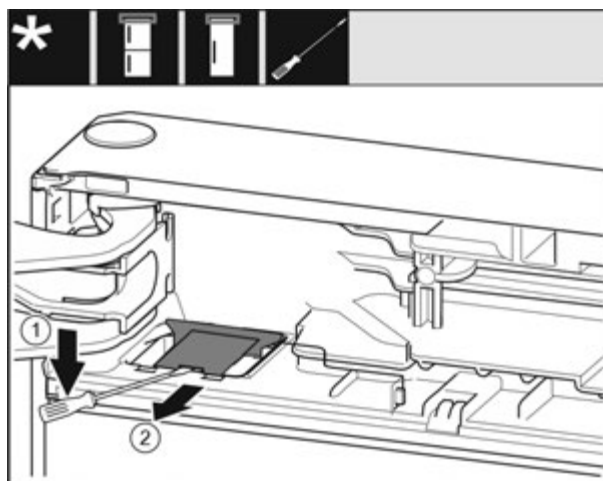

Fig. 10
- З допомогою шліцевої викрутки звільнити і підняти кришку. Fig. 10 (1)
- Монтувати кришку. Fig. 10 (2)